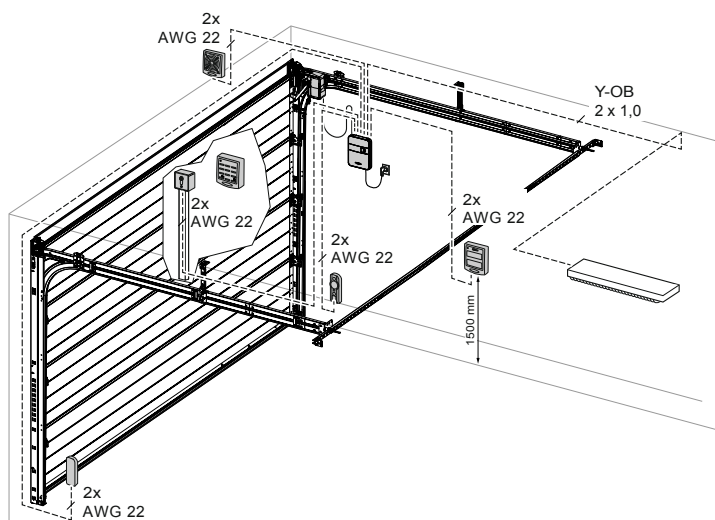

Fig. 5: Ejemplo de instalación de accesorios
Coloque la consola de la puerta (5) en los agujeros previstos para ello en la sección superior de la hoja de la puerta y atorníllela con los tres tornillos (15) (fig. 5).